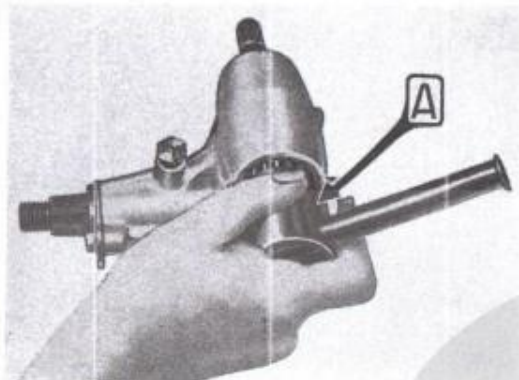

Fig. 95.
- A. 8065 (fig. 95). Chiave per ghiera ritegno cuscinetto anteriore vite perpetua comando guida.
La regolazione dell'eventuale giuoco dei cuscinetti a rulli della vite si effettua agendo sulla ghiera di ritegno posta sulla estremità della scatola (fig. 95).